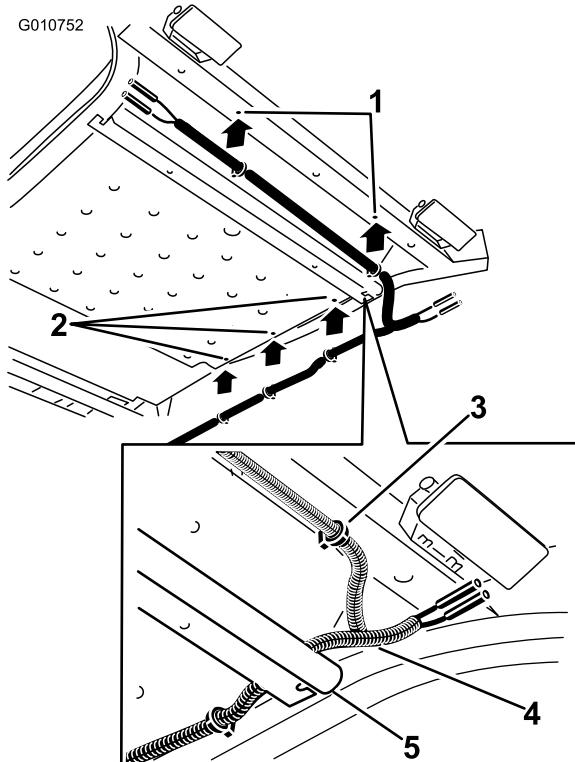

Figure 4
Remarque: Sur les machines année-modèle 2014 et suivantes, déplacez les clips de retenue pour les aligner sur les trous dans le plancher (Figure 4).
- Prenez le faisceau de câblage des accessoires dans les pièces détachées. Trouvez l'extrémité du faisceau de câblage munie de deux clips de retenue entre deux jeux de connecteurs cylindriques. Acheminez cette extrémité du faisceau de câblage vers l'avant par dessus la barre de support avant de l'ensemble de relevage jusqu'aux projecteurs avant (Figure 4).